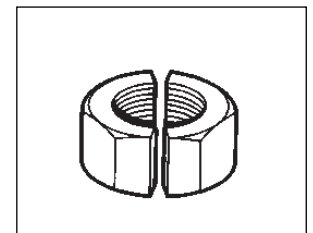

Figura 10. Hacer dos cortes
12. Si fuera necesario, se puede aplicar otro corte a 180° del primero para partir completamente la tuerca por la mitad. Véase Figura 10.